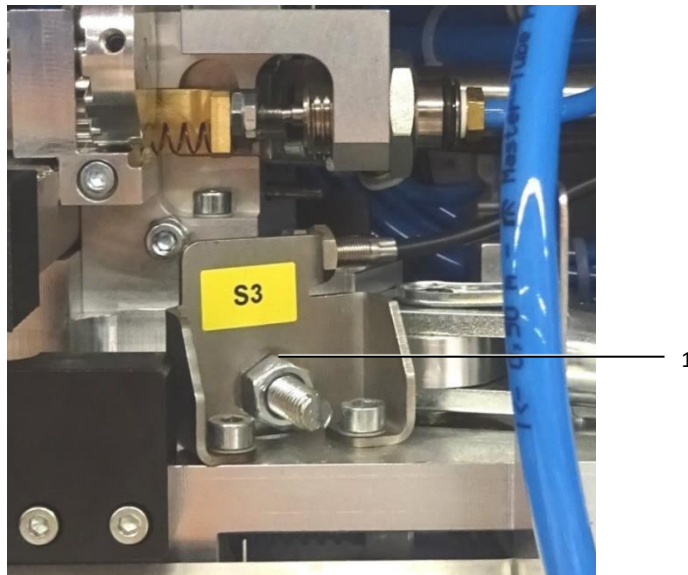

Fig. 34 : fixation de l'unité de maintien de l'embout
- Desserrer l'écrou (fig. 34, pos. 1).